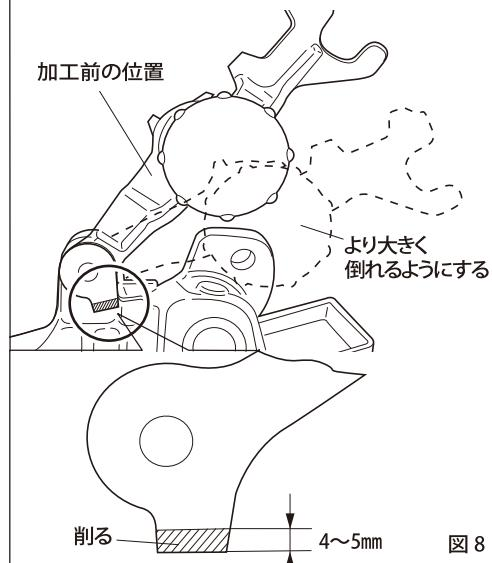

図8
- 図8の斜線部分をヤスリ等で約4~5mm程度削り落とします。(図8)